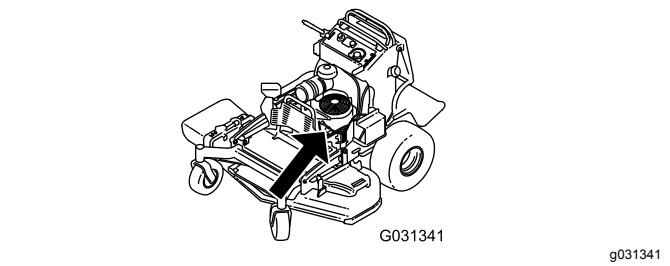

Figura 40
2. Substitua o filtro do óleo do motor (Figura 40).